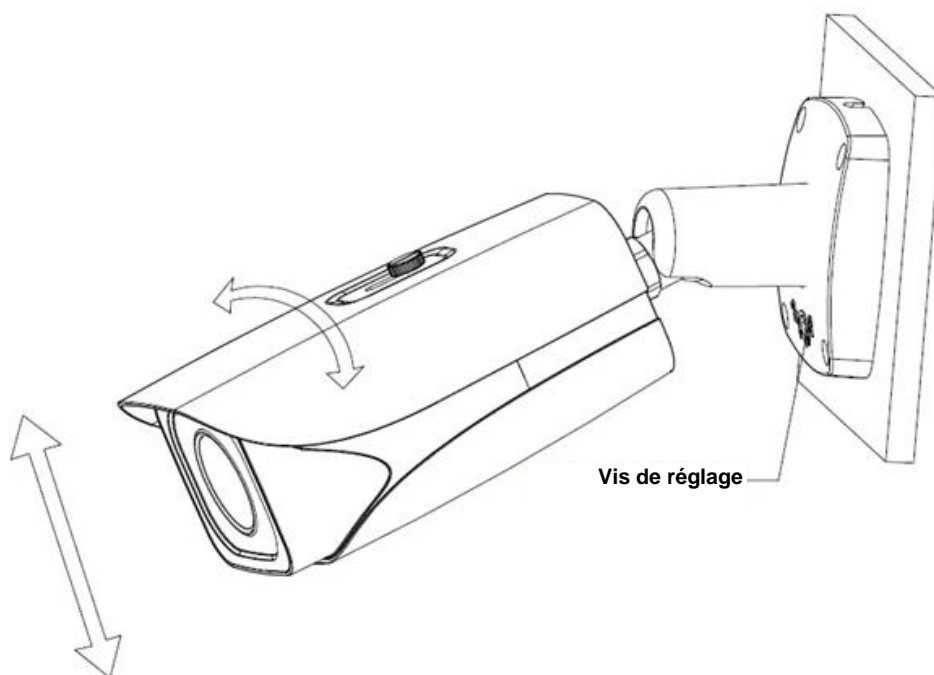

Figure 3-2
- S'il s'agit du modèle c ou c (1), utilisez alors la clé Allen dans le sac d'accessoires pour desserrer les vis de blocage. Ajustez la caméra dans la direction ciblée nécessitant une surveillance, puis utilisez la clé Allen pour serrer les vis de blocage et fixez la caméra. Voir la figure 3-2.